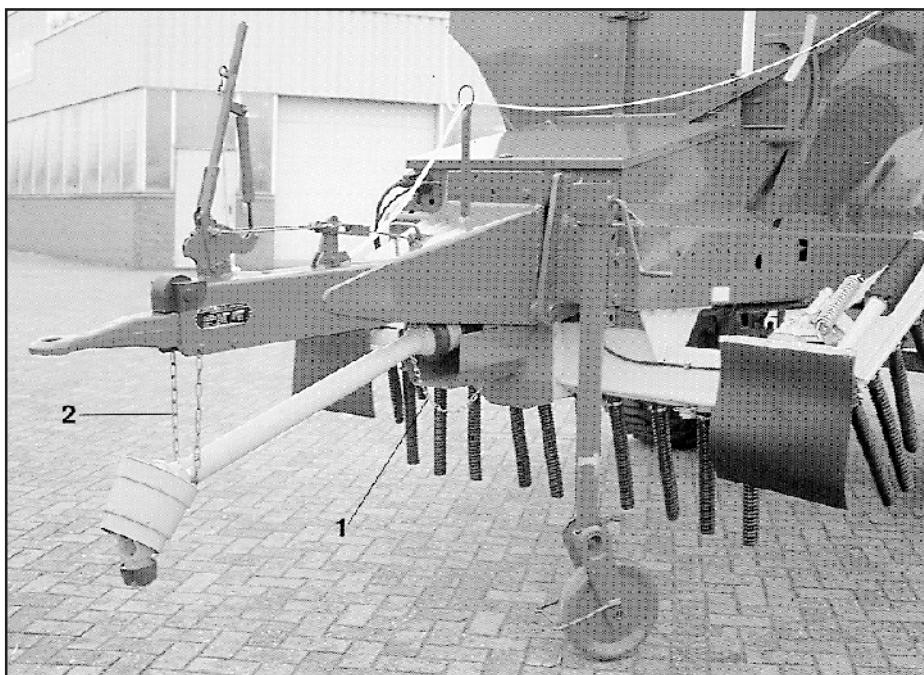

Fig. 4.14
4. Axelns skyddsrör är försedda med säkerhetskedjor (bild 4.14/1) som skall krokas fast på maskin resp. traktor. Säkerhetskedjorna förhindrar att skyddsrören roterar med axeln. Se till att kedjorna har tillräcklig längd så de inte sträcks vid svängar.
Placera kraftöverföringsaxeln i sin hållare (bild 4.14/2).